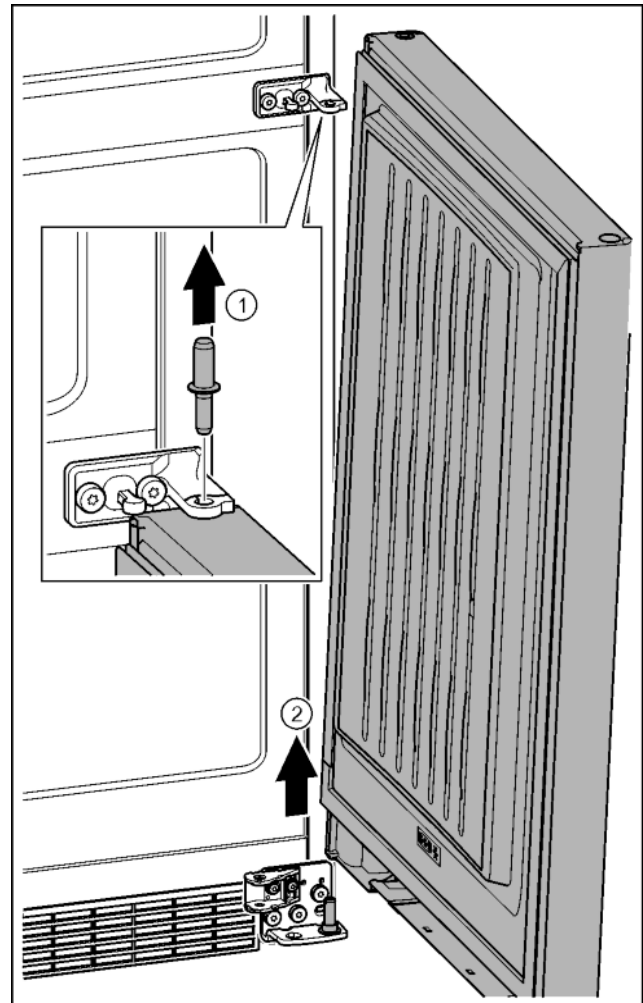

Fig. 27
- ▶ Извлекь пальцы движением вверх. Fig. 27 (1)
- ▶ Отклонить дверь, приподнять вверх и отставить в сторону. Fig. 27 (2)